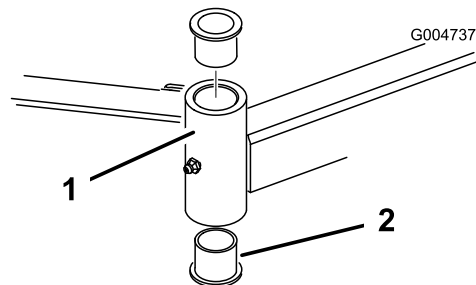

Figura 22
4. Introduza um punção para cavilhas na zona superior ou inferior do tubo de montagem e retire o casquilho para fora do tubo (Figura 22). Retire igualmente o outro casquilho do tubo. Limpe o interior dos tubos para remover a sujidade.